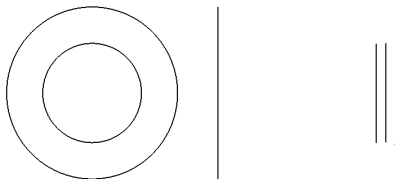

图 11-13 打开工程图文件
(1) 单击常用工具栏中的【打开】按钮，打开一幅工程图文件，如图 11-13 所示。